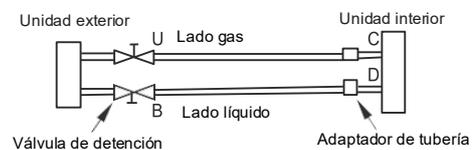
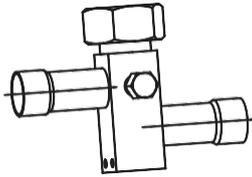

Fig. 6-2
Fig. 6-3
- Utilice el refrigerante de la unidad exterior para expulsar el aire (consulte *Figura 6-2* y *Fig.6-3*)
- Utilice el tanque de refrigerante para expulsar el aire (ver Fig.6-2 y Fig.6-3) Atornille completamente las tuercas de los tubos en A, B, C y D.